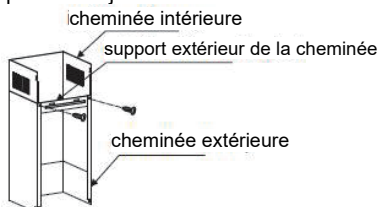

Fig. 4
6. Fixez le support extérieur de la cheminée sur la cheminée extérieure, en vous assurant que la cheminée intérieure peut être ajustée librement en hauteur (voir Fig. 4).